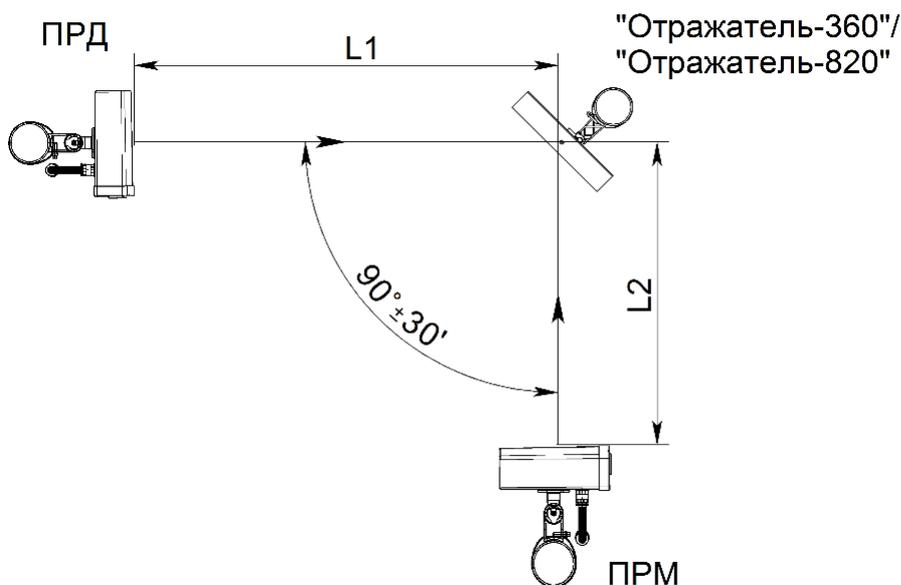

Рисунок 2.11 – Установка извещателей с применением отражателя «Отражатель-360» («Отражатель-820»)
2.3.9.2 При работе извещателей с «Отражателем-360» (см. рисунок 2.11) суммарная длина зоны обнаружения  $L1 + L2$  (где  $L1$  – расстояние между блоком ПРД и отражателем,  $L2$  – расстояние между отражателем и блоком ПРМ) не должна превышать: